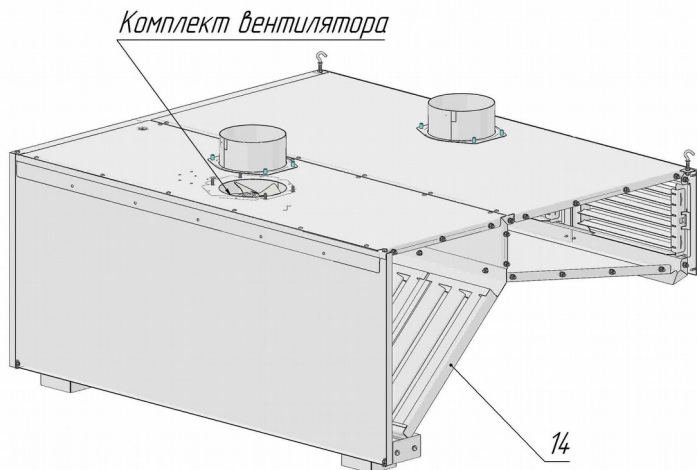

Рис.2
4.6.9. Установку фильтров и лотков произвести согласно Рис. 2.